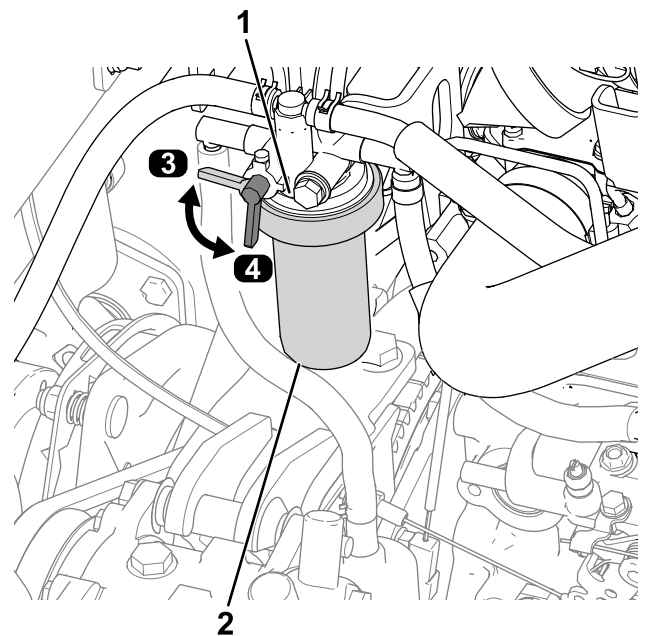

Figura 54
3. Togliete il filtro e pulite la superficie di montaggio della testa del filtro (Figura 54).
6. Girate la leva della valvola del carburante in posizione di ACCENSIONE (Figura 54).
1. Girate la leva della valvola del carburante in posizione di SPEGNIMENTO (Figura 54).
2. Pulite le superfici circostanti la testa del filtro del carburante (Figura 54).